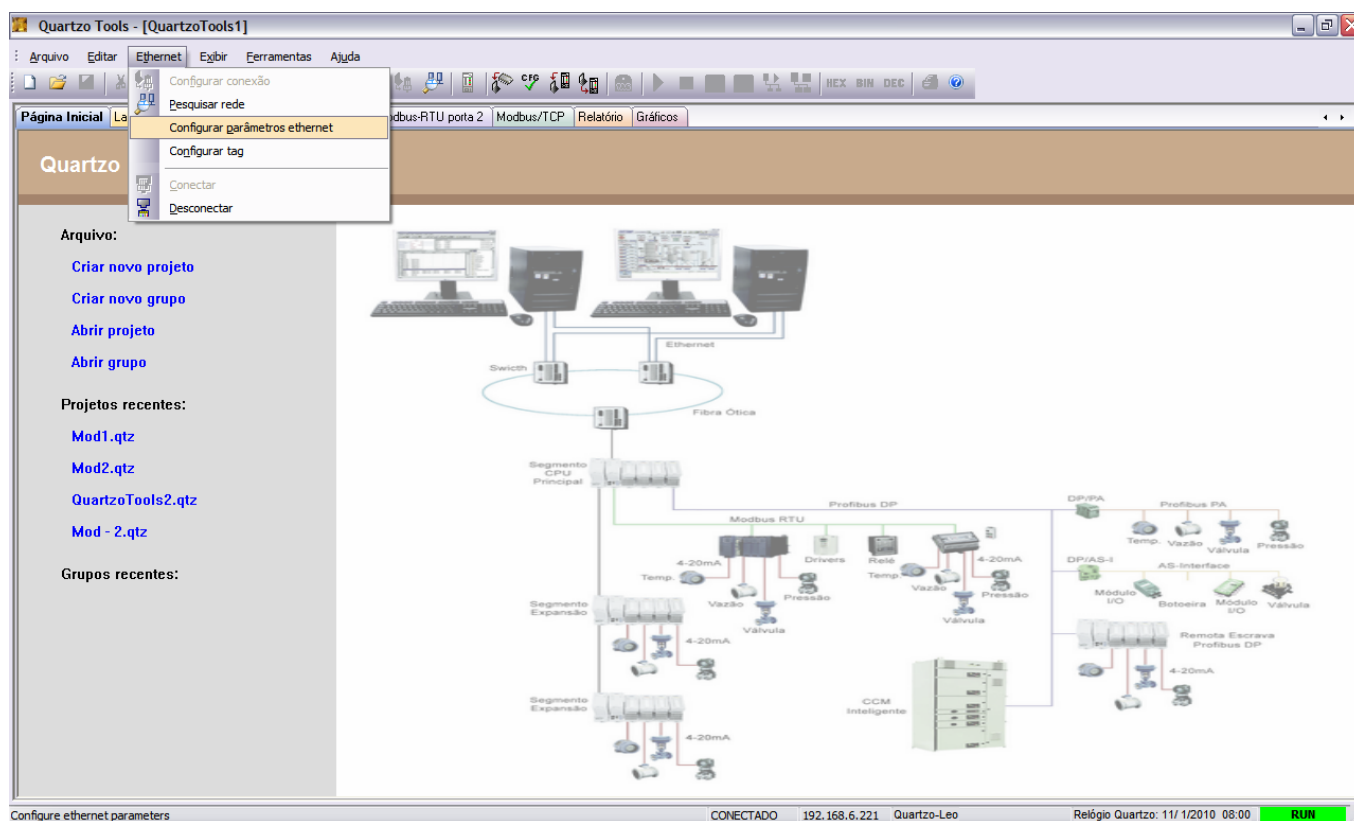

Figura 18 – Mudar o IP do Quartzo FX (a)
4. Uma vez conectado, clique no menu Ethernet->Configurar Parâmetros ethernet (Figura 18);